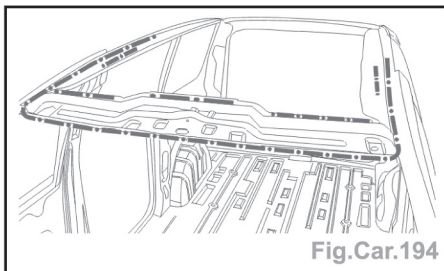

Fig.Car.194
- Préparer les bords d'accostage et pour le planage des trous rivets, utiliser l'outil spécifique [1] avec le poinçon [1a] de  $\varnothing 5,0 \text{ mm}$  (Fig.Car.194).